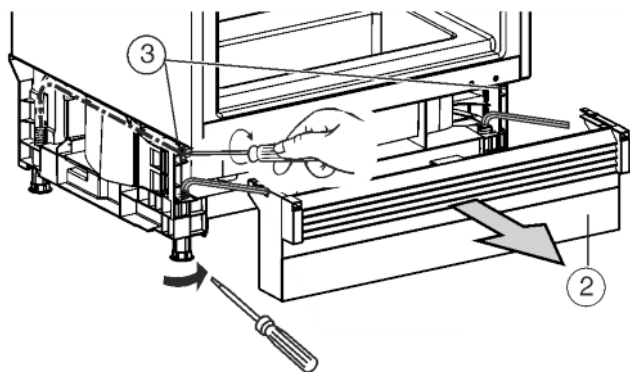

Fig. 8
- ▶ Движением вперед вытяните цокольную панель Fig. 8 (2).
- ▶ Попеременно выкручивайте установочные опоры сзади Fig. 8 (3) с помощью отвертки и установочные опоры спереди с помощью шестигранного ключа 8, пока они не будут слегка под рабочей пластиной.
- ▶ Попеременно выкручивайте установочные опоры сзади Fig. 8 (3) с помощью отвертки и установочные опоры спереди с помощью шестигранного ключа 8 (в случае прикрученных установочных опор) или отвертки (в случае открученных установочных опор), до максимума. Ход перестановки составляет максимум 50 мм.